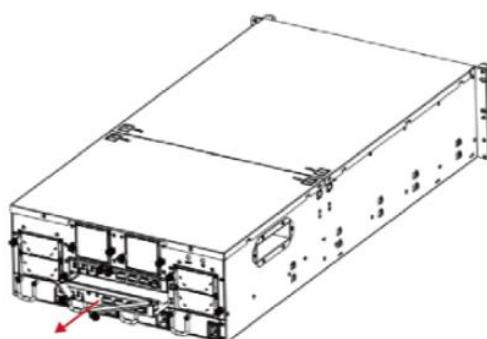

Рисунок 159 - Демонтаж модуля Expander
- 3) Удерживать рычаг, чтобы вытащить экспандера из корпуса модуля хранения (см. Рисунок 159).